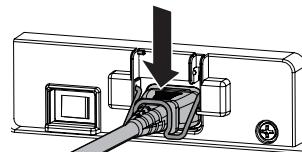

Fig.4
- Tenere premuto il supporto del cavo di alimentazione finché non scatta sul cavo di alimentazione per fissare quest'ultimo. (Fig. 4)